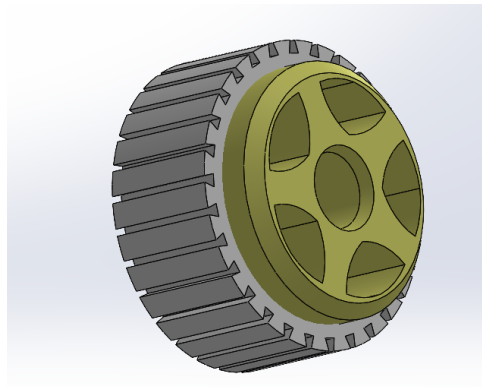

Figure 1 : Petite roue droite
**ÉTAPE 1 :** Dans la première étape du montage de ce robot, nous prenons la petite roue numérotée 25 et la couverture de prise flexible numérotée 29 et les assemblons ensemble comme dans la figure 1.